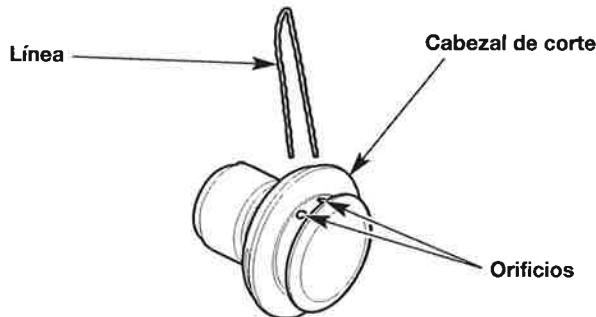
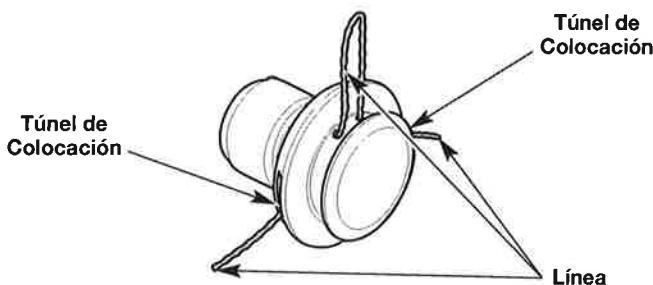

Fig. 23
Fig. 24
- Inserte los extremos del nuevo hilo de recorte dentro de los orificios del cabezal de corte (Fig. 23). Empuje el hilo a través de los orificios hasta que ambos extremos sobresalgan de los conductos de posicionamiento (Fig. 24).